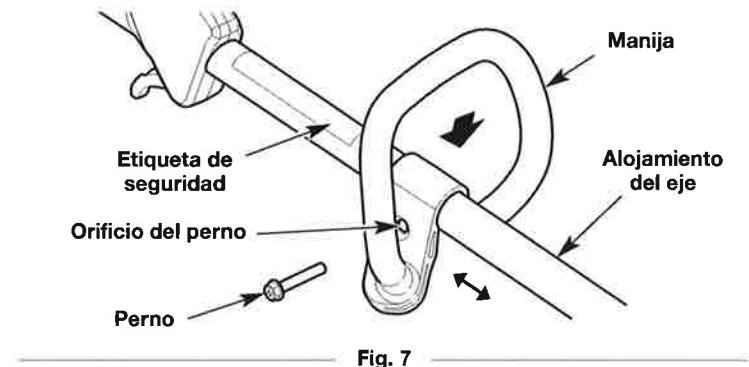

Fig. 7
- Oprima la manija hacia abajo sobre el alojamiento del eje (Fig. 7). Asegúrese de que el orificio del perno mire hacia la derecha (Fig. 7).
- Inserte el perno en el orificio del perno y oprímalos para que pase a través de él (Fig. 7). Ajuste el perno con un destornillador de cabeza plana, pero no lo ajuste completamente.
- Mantenga la unidad en posición operativa (Fig. 15) y mueva la manija hasta una ubicación confortable (Fig. 7). Compruebe que la manija esté ubicada más allá del extremo de la etiqueta de seguridad (Fig. 7).
- Afloje el perno con un destornillador de cabeza plana (Fig. 7).